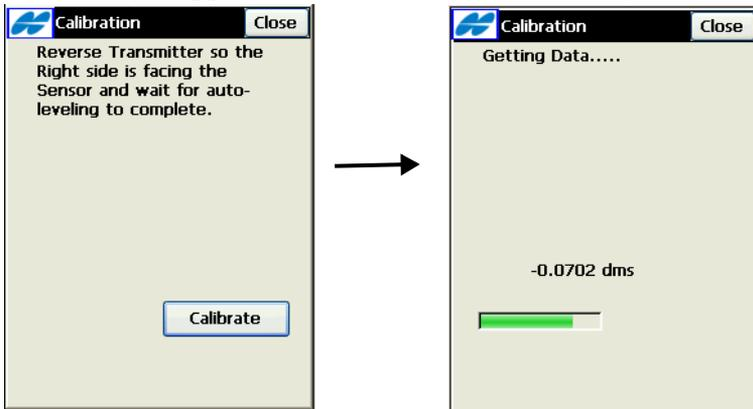

Abbildung A-19. Drehen des Lasers nach rechts und erfassen von Daten
10. Drehen Sie den Laser um 180° , sodass die rechte Seite zum Laser zeigt. Tippen Sie auf **Kalibrieren** (Abbildung A-19).